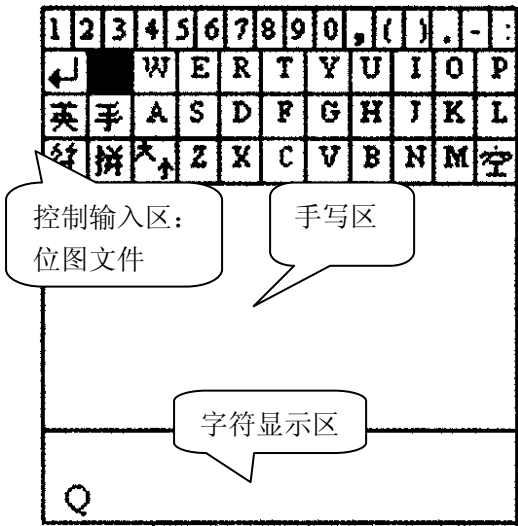
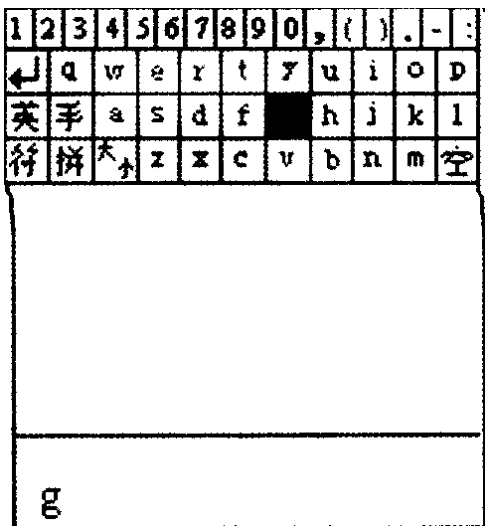
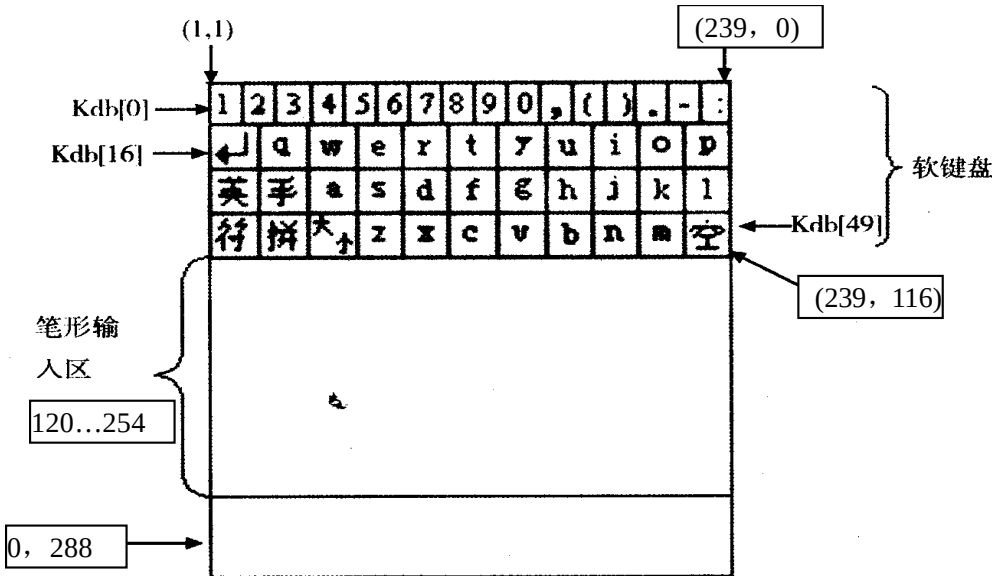

图 17-4 手写输入大写字母
图 17-5 手写输入小写字母
图 17-6 软键盘、笔形输入区和数据输出区在 LCD 上的分布
- (1) 首先要设计输入界面，如图 17-4、图 17-5、图 17-6 所示，它们是 BMP 格式的图形文件，通过调用 ShowBMP (s1, s2, s3) 函数，被显示在 LCD 上：
- (a) 图 17-4：触摸字符输入区，对应的字符区就会变暗，在 LCD 下部显示区中显示该字符。
(b) 图 17-5：先单击“大/小”软按键，软键盘输入字母就变成了小写，可以输入小写字母。
- (2) 定义 kdb[] 结构数组。该数组是同软键盘的分布密切相关的，数组元素与字符输入区的对应关系见上图 17-6。该数组的每一个元素都是一个数据结构，对应着软键盘上的一个按键。如图 17-6，kdb[0] 对应着“1”这个按键。这个元素的信息如下：
其所处的小矩形的各个位置坐标。已经定义了 $STARTX=STARTY=0$ ，所以在软键盘上包围“1”的矩形坐标位置为(1, 1, 15, 24)，如图 17-6 所示。仔细看可以发现，不同行字符的大小是不同的，这就要求定义一个软键盘的结构体，在识别不同行的键时，如判别 z 键的 X 、 Y 坐标区间[kbd[z].startx, kbd[z].starty ; kbd[z].endy, kbd[z].endy]也要有区别。这里的 z 代表某一个键的索引值。
笔形输入区在如图 17-6 的 $120 < y < 254$ 部分。余下的 $260 < y < 320$ 区域为数据输出区。